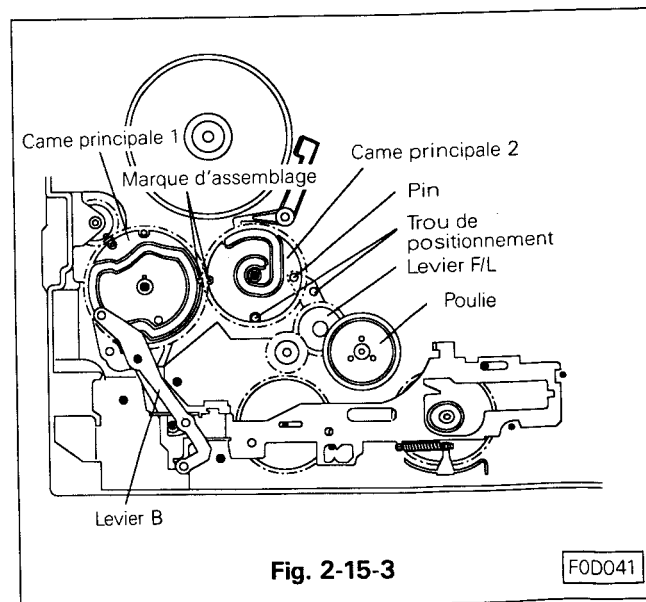

Fig. 2-15-3
- Monter le levier B sur son axe de telle sorte que son pivot rentre dans le rainurage de la came principale 1. Remonter la rondelle d'arrêt sur le levier B. (Fig. 2-15-3)
- Aligner le trou de positionnement du levier F/L avec celui de la platine mécanique. (Voir Fig. 2-15-3)
- Aligner les marques de positionnement des cames principales 1 et 2 ainsi que le trou de positionnement de la came 2 et remonter la came principale 2 sur son axe. (Voir Fig. 2-15-3)